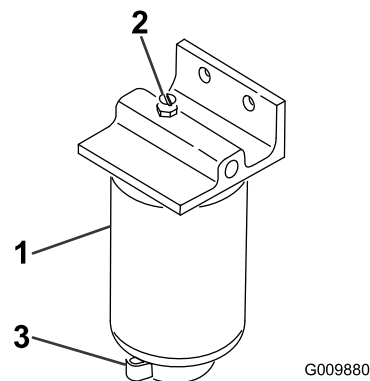

Figura 53
3. Liberte a válvula de escoamento que se encontra na zona inferior do recipiente do filtro (Figura 53).
2. Limpe a zona de montagem do recipiente do filtro (Figura 53).